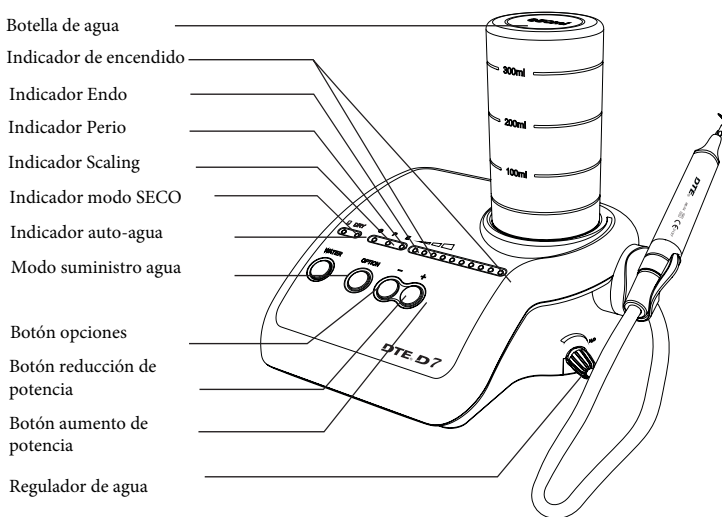

Figura 1
1.4.1. Los componentes del equipo se muestran en figura 1